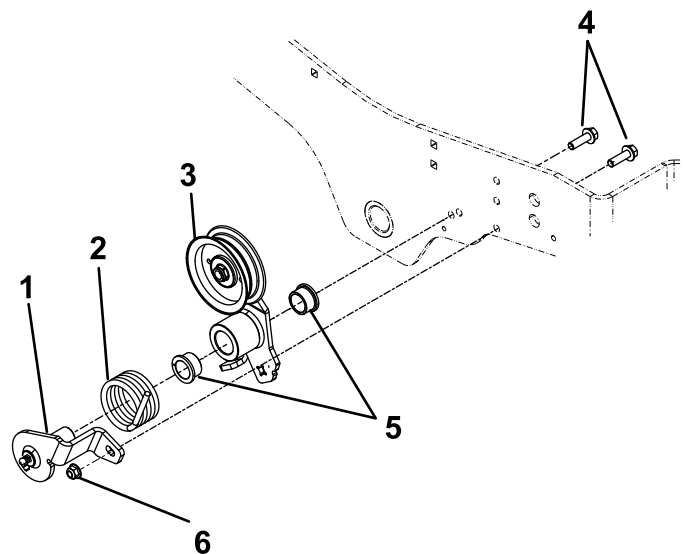

Figure 6
3. Fixez le support et le bras de la poulie de tension sur le cadre de la machine à l'aide de 2 boulons ($\frac{3}{8}$ " x $1\frac{1}{4}$ "), 2 bagues, un ressort et un contre-écrou en nylon ($\frac{3}{8}$ ") ; voir Figure 6.